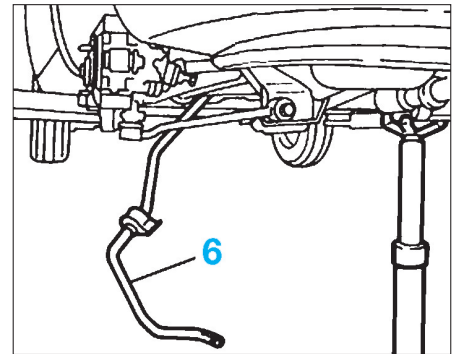

FIG. 12
- Abaisser lentement le berceau AV, puis extraire la barre stabilisatrice (6) (Fig.12).